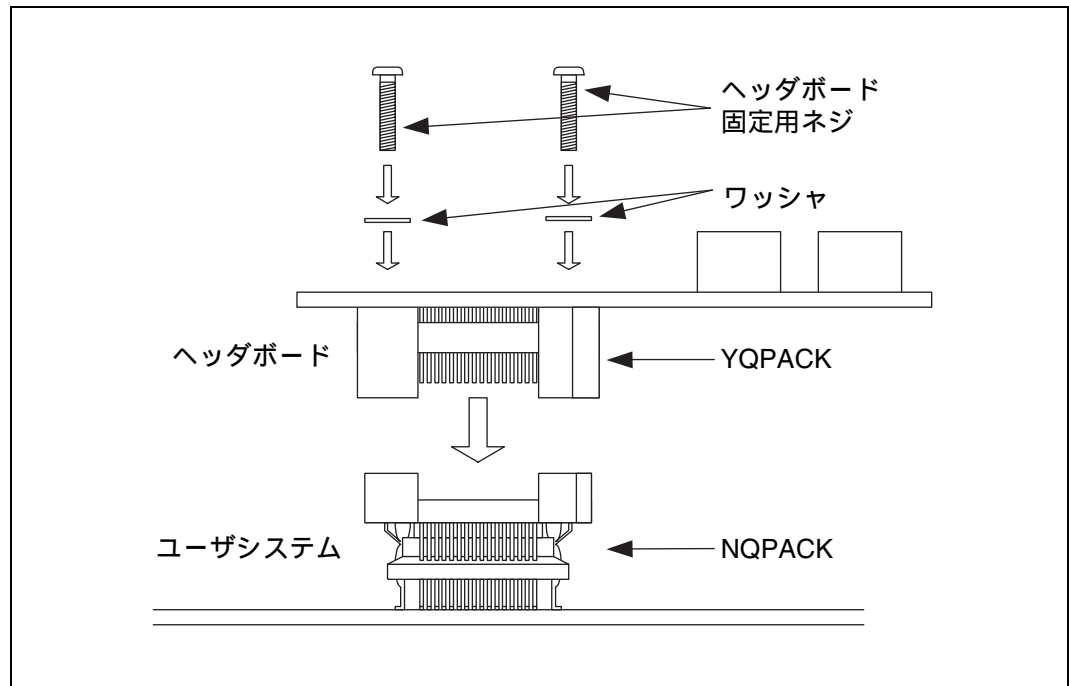

図4 ヘッダボード接続方法
2. ヘッダボード上の 4 箇所(ネジ穴)にワッシャを通したヘッダボード固定用ネジを入れ、対角にネジを締めてください(図 4 参照)。また、ネジを締める際は、NQPACK 添付の専用ドライバーを使用して、順次・均等に締めてください。締め過ぎると接触不良の原因となりますのでご注意ください。